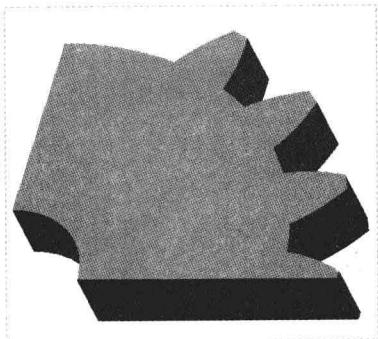

图 7-134 图形文件
Step 01 按【Ctrl+O】组合键, 打开图形文件, 如图 7-134 所示, 在“功能区”选项板中切换至“分析”选项卡。